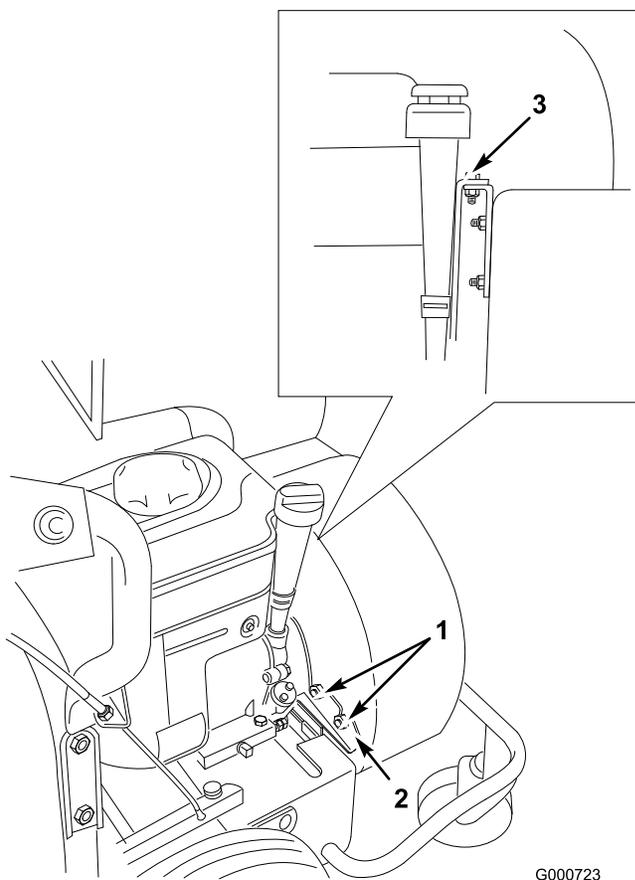

Figure 34
- Desserrez les deux contre-écrous de fixation du carter de souffleur au support de stabilisation (Figure 34).
- Retirez le boulon de fixation du carter de souffleur et soulevez le carter aussi loin que la turbine le permet (Figure 34).